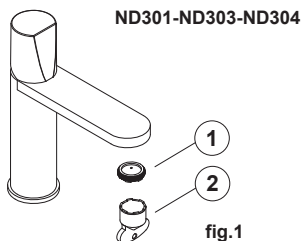

fig.1
2- MANUTENZIONE AERATORE ND301-ND303-ND304 - assicurarsi che il rubinetto sia chiuso, svitare l'aeratore (1) con l'ausilio di una chiave cache (2) in dotazione. Una volta estratto, liberare la parte interna filtrante dalle impurità utilizzando soluzioni anticalcare (es. aceto) Attendere qualche minuto, sciacquare sotto acqua corrente e riposizionare l'aeratore nella sua sede (fig.1).
2-MAINTENANCE AERATOR ND301-ND303-ND304-Make sure the tap is closed, unscrew the aerator (1) using the cache key (2) supplied. Once removed, free the inner filtering part of impurities using descaling solutions (e.g. vinegar). Wait a few minutes, rinse under running water then refit the aerator (Fig.1).
2 - ENTRETIEN MOUSSEUR ND301-ND303-ND304-S'assurer que le robinet soit fermé, dévisser le mousseur (1) à l'aide de la clé (2) en dotation. Une fois enlevé, libérer la partie interne filtrante des impuretés en utilisant des solutions anticalcaires (ex: le vinaigre). attendre quelques minutes, rincer sous l'eau courante et repositionner le mousseur à sa place (fig.1).